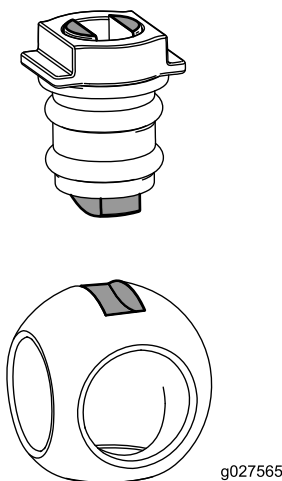

Figura 100
6. Inserite la sfera sul corpo della valvola (Figura 100).
Nota: Lo stelo della valvola deve inserirsi nella scanalatura di trasmissione della sfera. Se lo stelo della valvola non si inserisce, regolate la posizione della sfera (Figura 100).